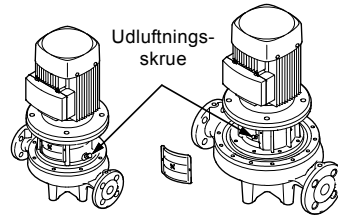

Fig. 15 Udluftningsskruens placering
1. Luk afspærringsventilen på afgangssiden, og løsn udluftningsskruen på topstykket. Se fig. 15.
2. Løsn udluftningsskruen. Se fig. 15.
3. Udluft pumpen under opstarten ved at løsne udluftningsskrue i topstykket indtil der kommer en jævn strøm af væske ud af udluftningshullet. Se fig. 15.